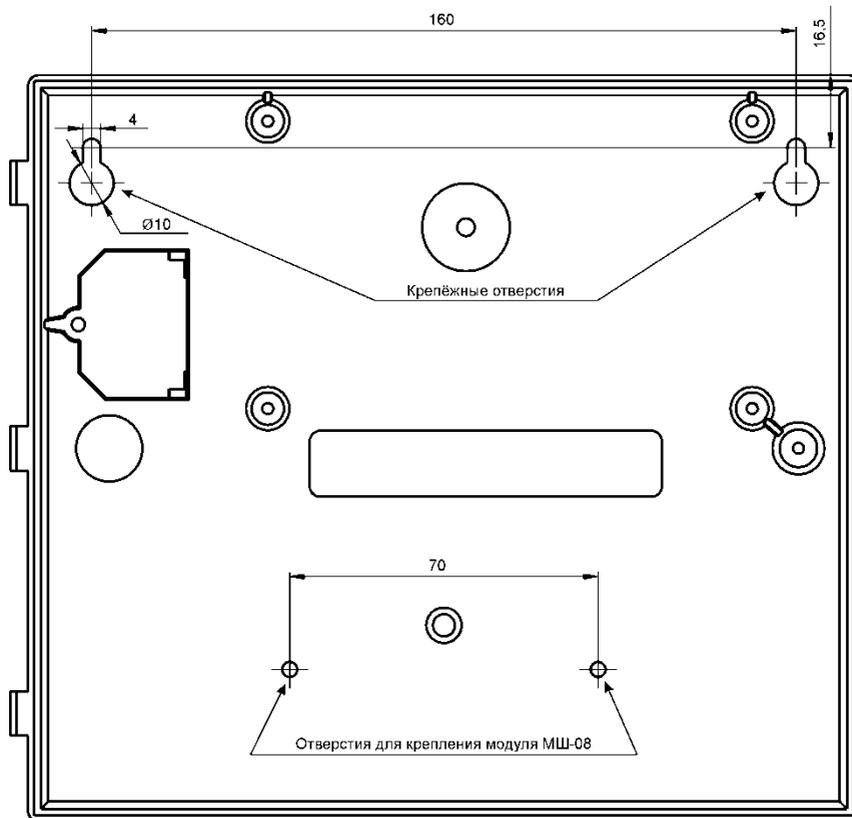
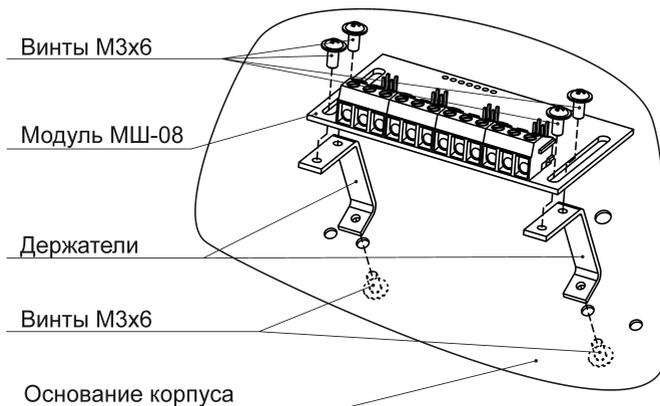

Рисунок 4 - Установочный чертёж корпуса (вид изнутри)
Рисунок 5 - Установка модуля МШ-08
Просверлить в стене два отверстия. В отверстия вкрутить шурупы и подвесить на них модуль. Установку модуля на стену производить, ориентируясь по чертежу корпуса - Рисунок 4.
- установите держатели модуля МШ-08 на основании корпуса модуля МСВ-08 (Рисунок 4) и закрепите их винтами (держатели и винты из комплекта ЗИП модуля МШ-08) – см. Рисунок 5;
- закрепите модуль МШ-08 при помощи винтов к держателям – см. Рисунок 5;